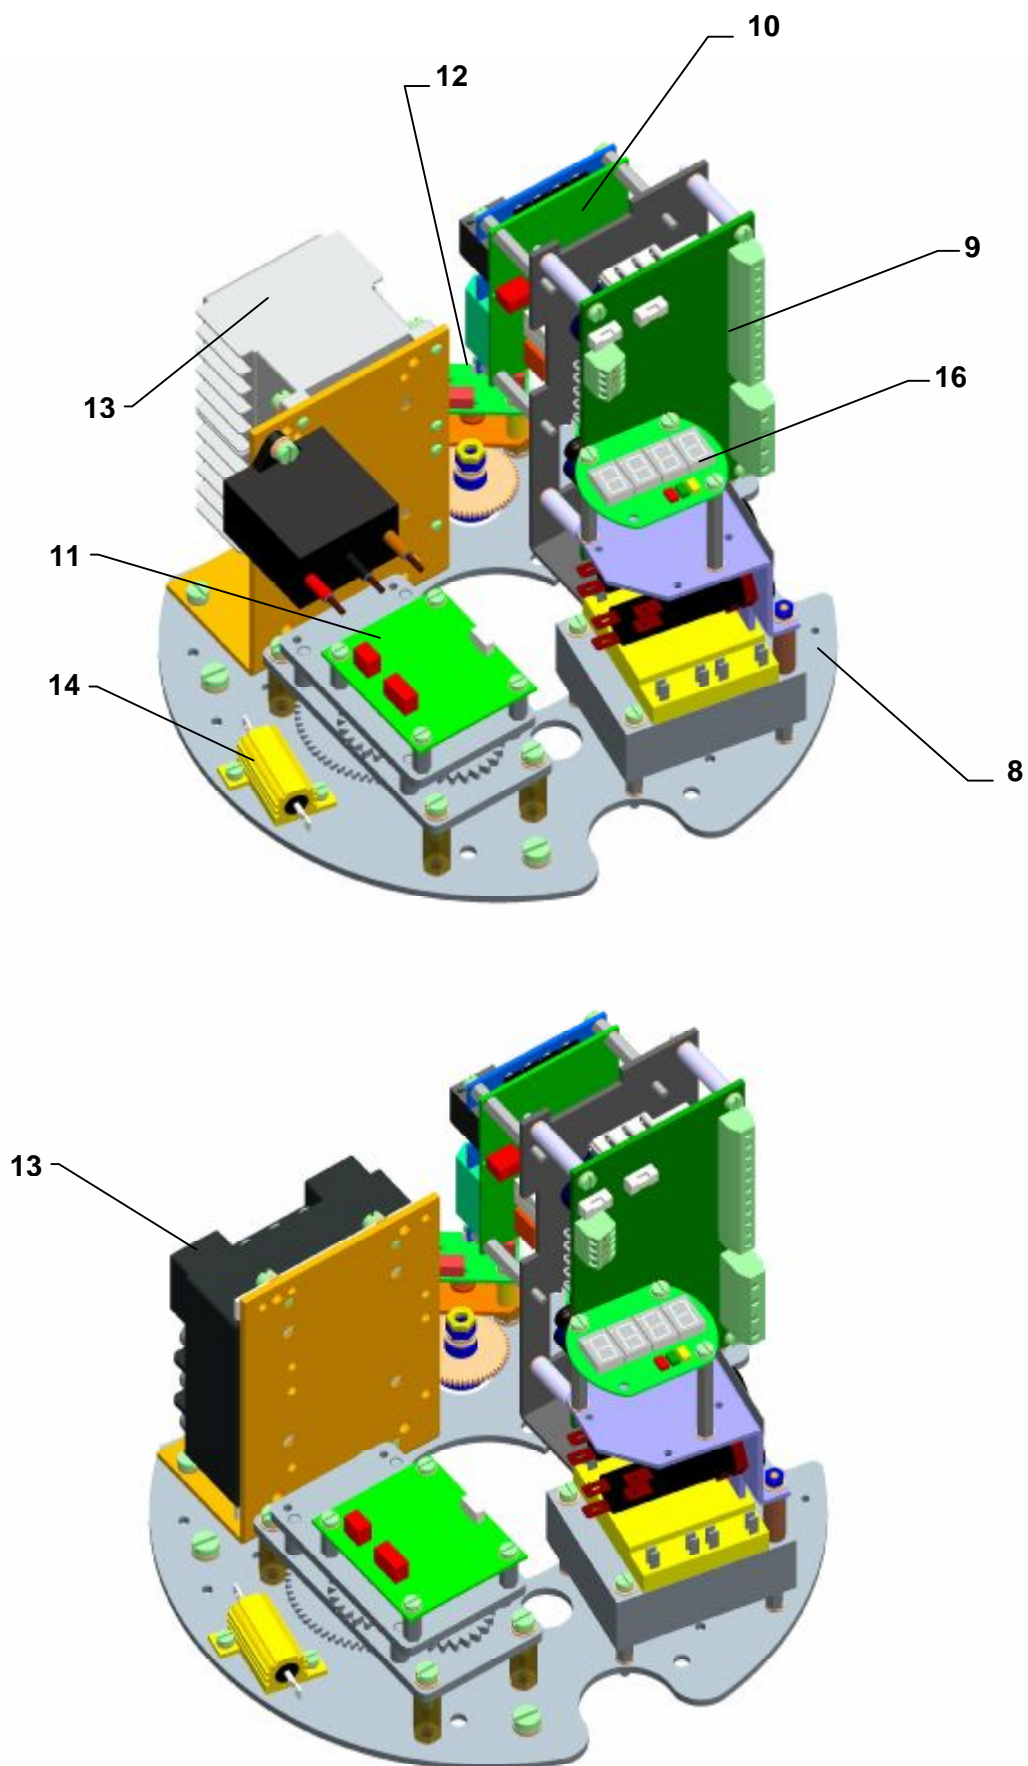

Рис.3 – MTR 3PA-Ex – трехфазная версия
Нижняя часть шкафа управления включает шкаф силовой передачи и создает несущую часть передачи управляющей плиты (Рис.3 и Рис.3а).
Рис.3а – MTR 3PA-Ex – однофазная версия
Приводная часть ЭП – **электродвигатель (M1) (Рис.1)**, питаемый из **доски источника (9)**(рис.3,3а) и управляемый из **блока управления (10)**(рис.3,3а) электроники DMS3.
На доске управления (8) (рис.3,3а) установлено отопительный элемент (14) (рис.3,3а).
Блок управления (10) (рис.3,3а) – главная часть системы DMS3 – содержит микропроцессор, 6 сигнальных LED ламп и 4 кнопки для простой настройки и контроля ЭП, коннекторы для подключения датчика и доски источника и коммуникационный коннектор (подключение PC компьютера для настройки и диагностики), 2 свободно программируемые реле R1 и R2, 1 реле READY и клеммы для электрического питания.
Блок съема положения (11) (рис.3,3а) – обеспечивает бесконтактный магнетический съем положения выходного органа.
Блок съема момента/силы (12) (рис.3,3а) – обеспечивает бесконтактный съем момента/силы.
LED дисплей (16) (рис.3,3а) – предназначен для изображения моментального положения выходного органа ЭП, для отчета и изображения эвентуальных погрешностей, которые могут явится во время работы ЭП. Сигнализация хода ЭП и ошибок индикуется и при помощи LED диод. LED дисплей применяется только в исполнениях ЭП без местного управления.